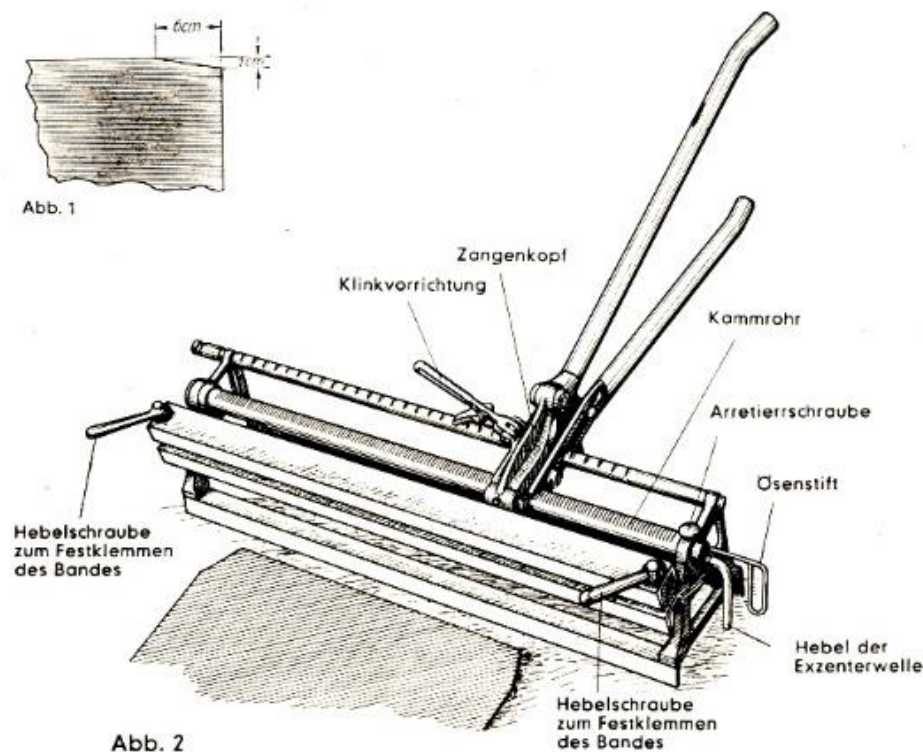

Abb. 2
4. Aufstellen der Bandnähmaschine vor der Stoßkante des Bandes (Abb. 2)